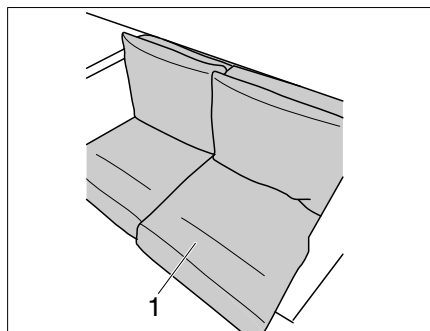

Fig. 220 Poser le coussin
Le coussin d'assise (Fig. 220, 1) est doté d'un renfort en plastique sur la face arrière.
- Mettre en place le coussin d'assise (Fig. 220,1) avec le renfort sur le côté droit.